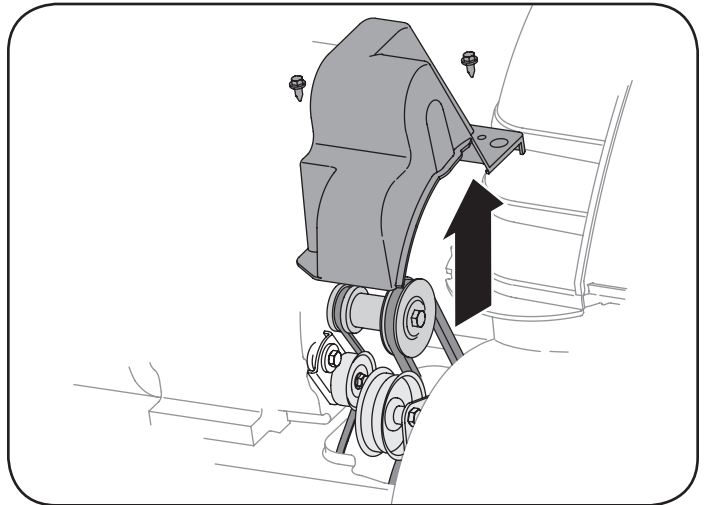

Figura 29
2. Saque la cubierta plástica de la correa ubicada en el frente del motor. Para ello saque los dos tornillos autorroscantes. Vea la figura 29.